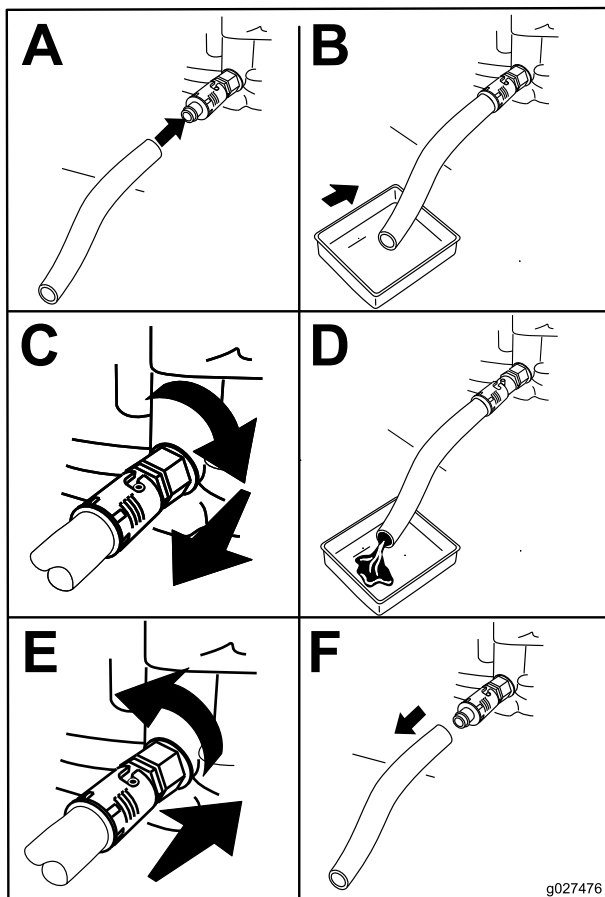

Рисунок 17
4. Слейте масло из двигателя (Рисунок 17).